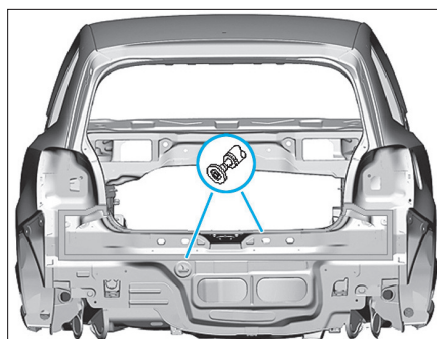

FIG. 112
- Retirer les morceaux de tôle restants (Fig.112).